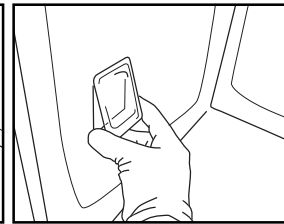

Fig. 9
5. Plaats het beschermkapje terug en duw het tegen de wand om het op de juiste manier te bevestigen (Fig. 9).